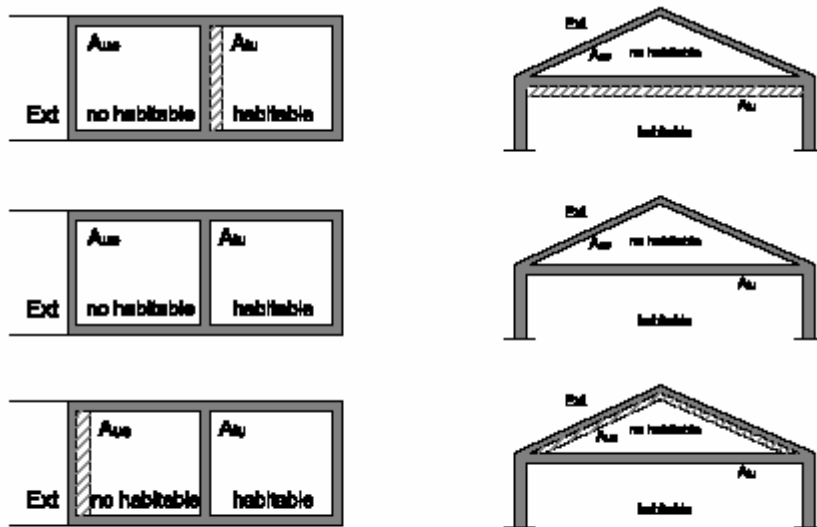

Figura E.6 Espacios habitables en contacto con espacios no habitables
- la situación del aislamiento térmico (véase figura E.6),